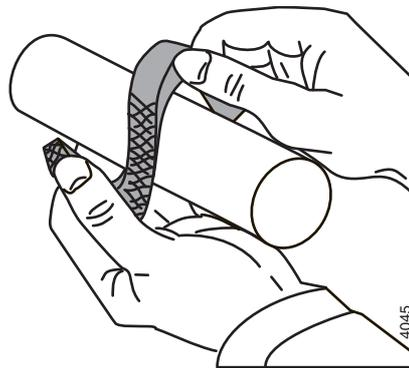

Figura 21: Piegamento assiale degli anelli di baderna.
- Piegarli gli anelli di baderna assialmente. Vedere la la figura 21.